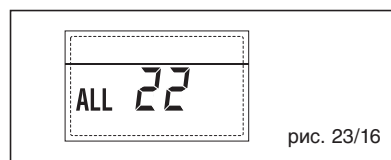

рис. 23/16
**– НЕПОЛАДКА ПОЛОМКИ ДАТЧИКА ПОДАЧИ ВТОРОЙ СМЕШАННОЙ ЗОНЫ “ТРЕВ 23” (рис. 23/17)**